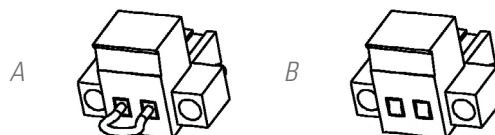

Fig. 11. Conector para o EPO externo.
- Por defeito, o equipamento é enviado de fábrica com o tipo de circuito de EPO fechado (NC). Ou seja, que o UPS realiza o corte de abastecimento elétrico de saída, paragem de emergência, ao abrir o circuito:
- ☐ Também ao retirar o conector fêmea da base onde estiver inserido. Este conector está ligado a um cabo como derivação que fecha o circuito (ver Fig. 11-A).
- ☐ Ou ao acionar o botão externo ao equipamento e de propriedade do utilizador e instalado entre os terminais do conector (ver Fig. 11-B). A ligação ao interruptor deve ser realizada no contacto normalmente fechado (NC), pelo que abrirá o circuito ao ser acionado.